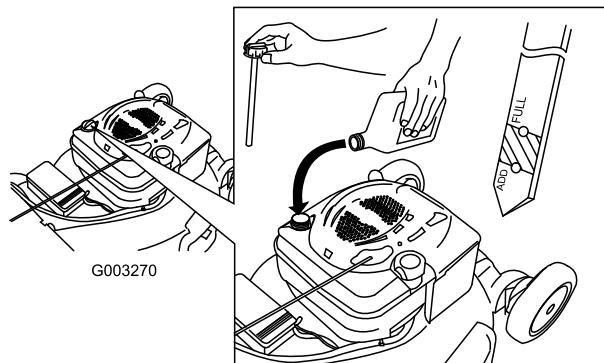

Figura 9
1. Togliete l'asta di livello (Figura 9).
2. Versate lentamente l'olio nel tubo di riempimento finché non raggiunge il segno di pieno sull'asta (Figura 9). **Non riempite troppo.** (Riempimento massimo: 0,59 litri, tipo: olio detergente SAE 30W con service classification API SF, SG, SH, SJ, SL o superiore.)